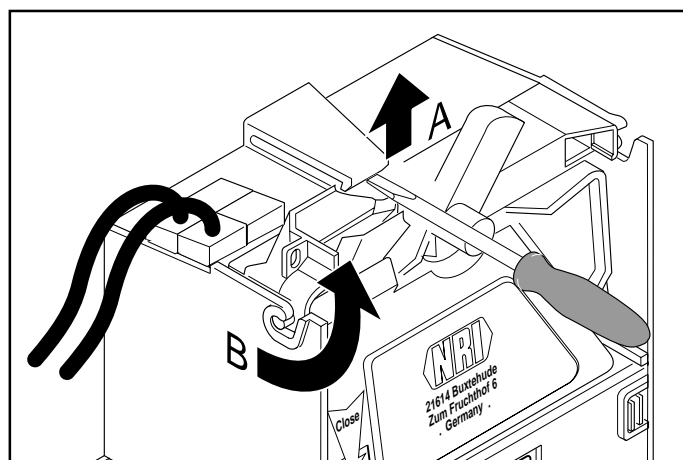
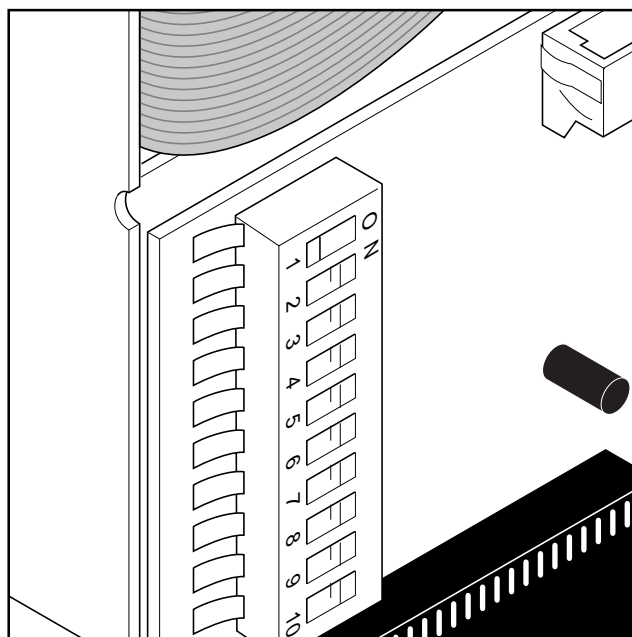

Abb. 4: Münzprüfer herausklappen
Abb. 5: DIL-Schalter auf der Rückseite des Münzprüfers (CPU-Karte)
Über das Einstellmodul können Sie jeden der 16 Münzkanäle sperren (Pro 15, s. Kap. 8). Zusätzlich haben Sie die Möglichkeit, die Kanäle 1–8 über DIL-Schalter zu sperren, die sich auf der Rückseite des Münprüfers befinden. Um freien Zugang zum Schalterblock zu haben, müssen Sie den Münprüfer herausklappen (Abb. 4). Um einen Kanal zu sperren, schieben Sie den entsprechenden Schalter nach rechts auf ON (Abb. 5).
1. Münzprüfer aus Gerät herausklappen (Abb. 4).
2. Für Block 1 DIL-Schalter 10 nach rechts auf ON setzen, für Block 0 nach links (auf OFF) (Abb. 5).